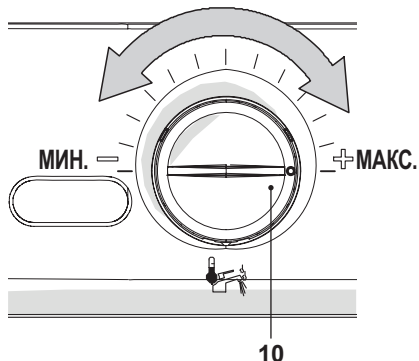

Рисунок 9.19
- Тепловую мощность отопления можно регулировать при помощи регулятора температуры воды в системе горячего водоснабжения 10, см. Рисунок 9.19.